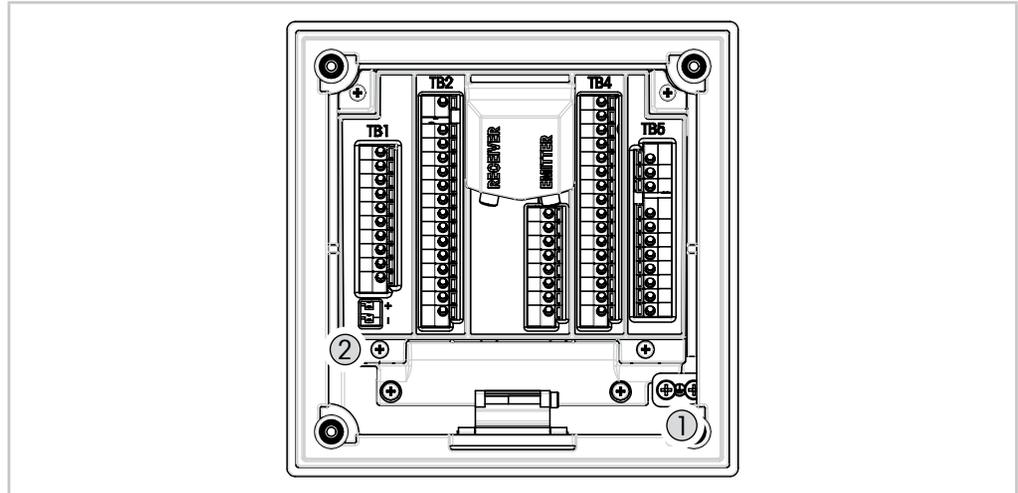

Fig. 12: Mise à la terre de la borne de mise à la terre et du fil de terre interne
3. Pour le modèle en acier inoxydable : reliez à la terre la borne de mise à la terre comme indiqué sur la Fig. 12, page 32. La section du fil de terre doit être supérieure à 0,8 mm² (18 AWG).
Pour le modèle en acier inoxydable : reliez à la terre la borne de mise à la terre comme indiqué à la Fig. 12, page 32.